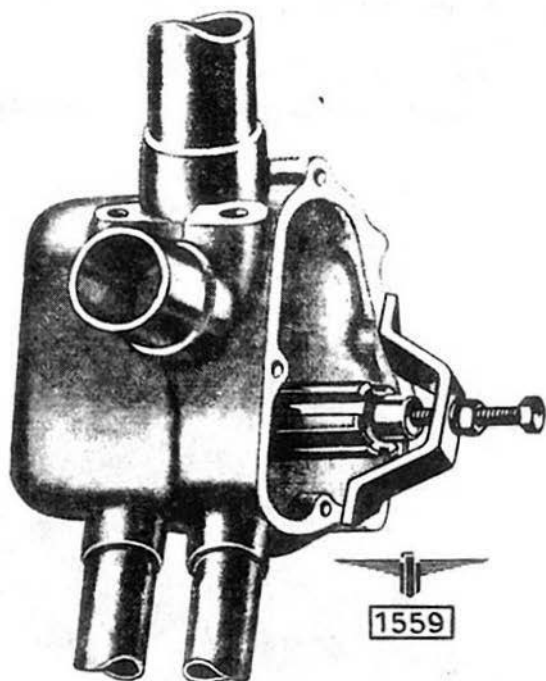

Abb. 7. Abziehvorrichtung zur Vorgelegewelle.
16. Kugellager-Sicherungsscheibe an der hinteren Gehäusewand zwischen den zwei Kugellagern entfernen, Vorgelegeachse mit Vorrichtung F 556 E herausziehen. (Abb. 7.)